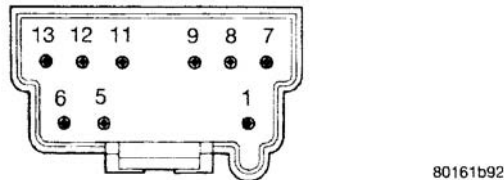

图 2 后视镜开关
- (1) 拆下电动后视镜开关。(参见 8-电器系统/电动后视镜/电动后视镜开关-拆卸)。
- (2) 断开开关接头处的线束。
- (3) 用欧姆表测试开关端子之间的导通性 (图 2)。